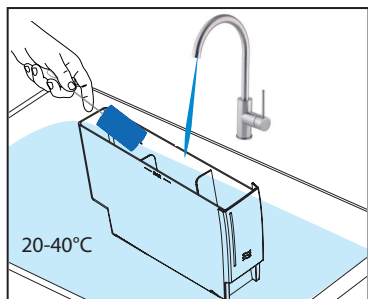

Abb. 2
2. Den Wassertank mit sauberem Wasser (20–40 °C) waschen. Je nach Bedarf kann ein lebensmittelunbedenkliches Reinigungsmittel verwendet werden. (siehe Abbildung 2).